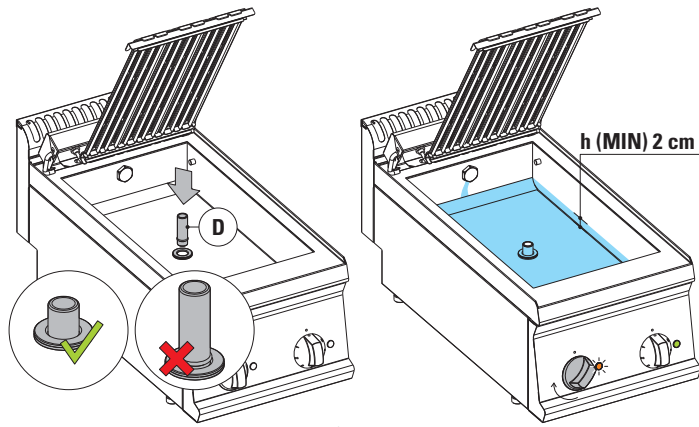

fig.3
- Das Überlaufrohr | **D** | Abb. 3 ganz einsetzen.